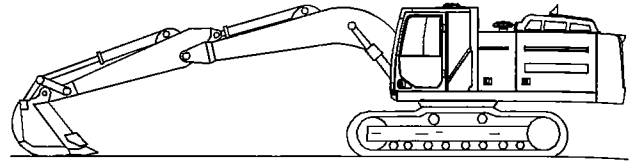

Ilustración 341
2. Retraiga completamente la varilla del cilindro del brazo. Ajuste la posición del cucharón de modo que el cucharón quede paralelo al suelo. Baje la pluma hasta que el cucharón quede al ras del suelo. Consulte la ilustración 341 .